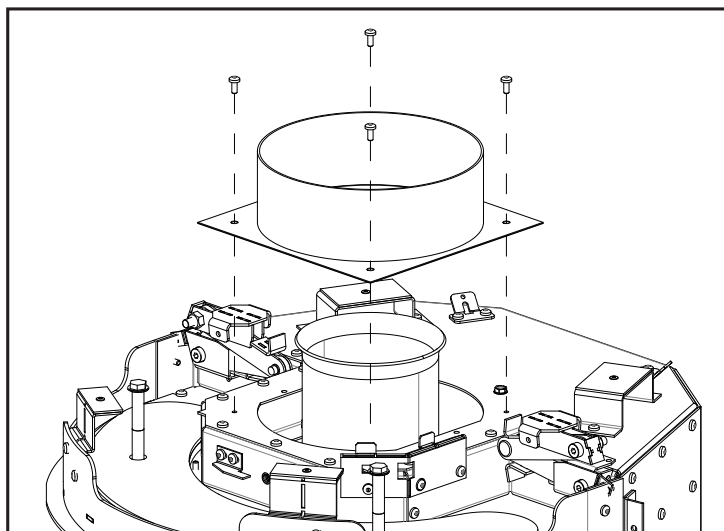

Figure 70: Retrait de l'adaptateur d'évent
7. Retirez l'adaptateur de ventilation du haut de l'unité en retirant les quatre (4) vis T20 (voir la Figure 70). Soyez délicat avec le joint, vous allez le réutiliser.